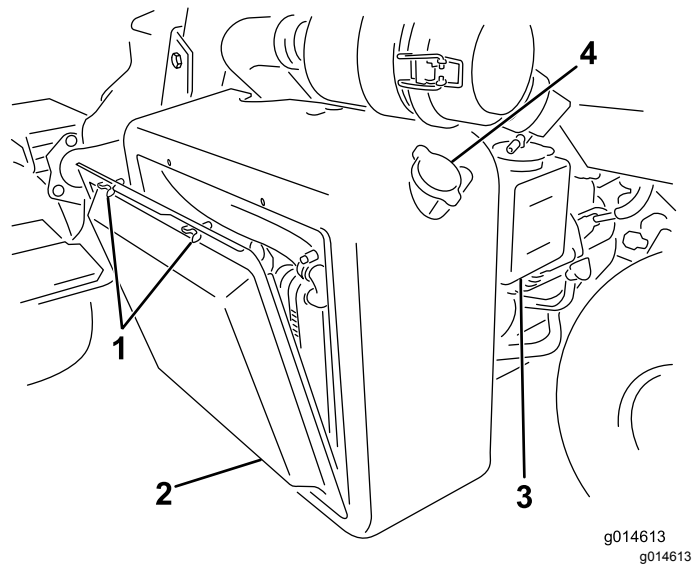

Figura 49
1. Rimuovete la griglia del radiatore (Figura 49).